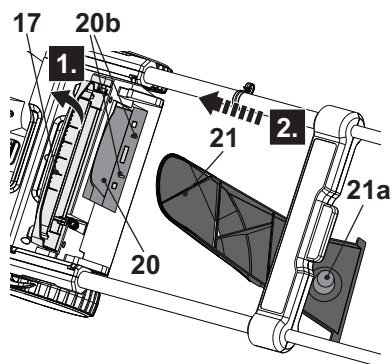

Fig. 16
**NOTE:** le mulching signifie tondre et déposer l'herbe coupée sur la pelouse en une étape : l'herbe est très finement coupée puis répartie de façon uniforme sur la pelouse. Dans des conditions normales, l'herbe ainsi déposée se décomposera rapidement pour fournir des nutriments à la pelouse. Ne fixez pas le bac de ramassage (6) et le kit mulching (21) en même temps.
1. Soulevez le capot du déflecteur (17), tenez la poignée (21a) et insérez le kit mulching (21) dans la goulotte d'éjection arrière (20) (Fig. 16). Assurez-vous que les ergots (21b) s'enclenchent dans les encoches de la goulotte d'éjection arrière (20b).